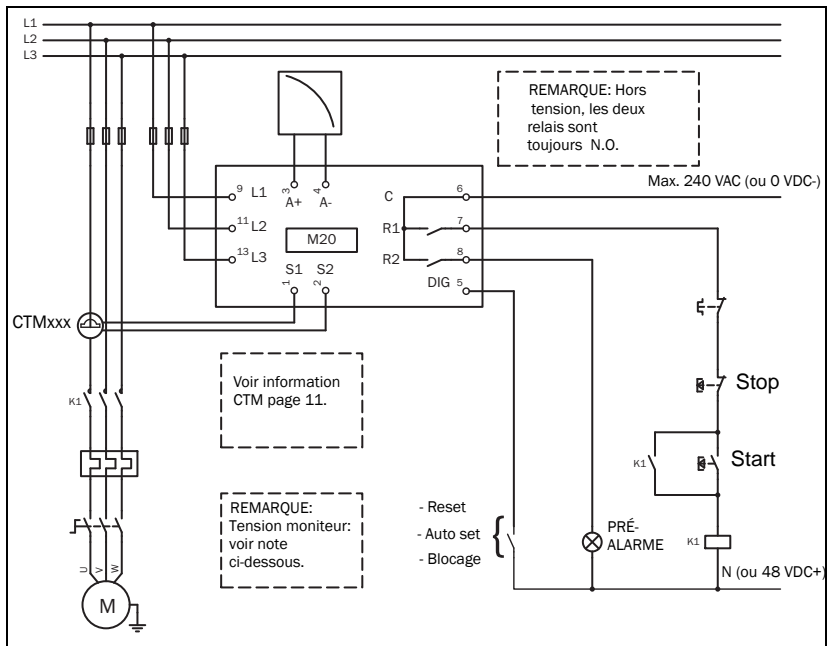
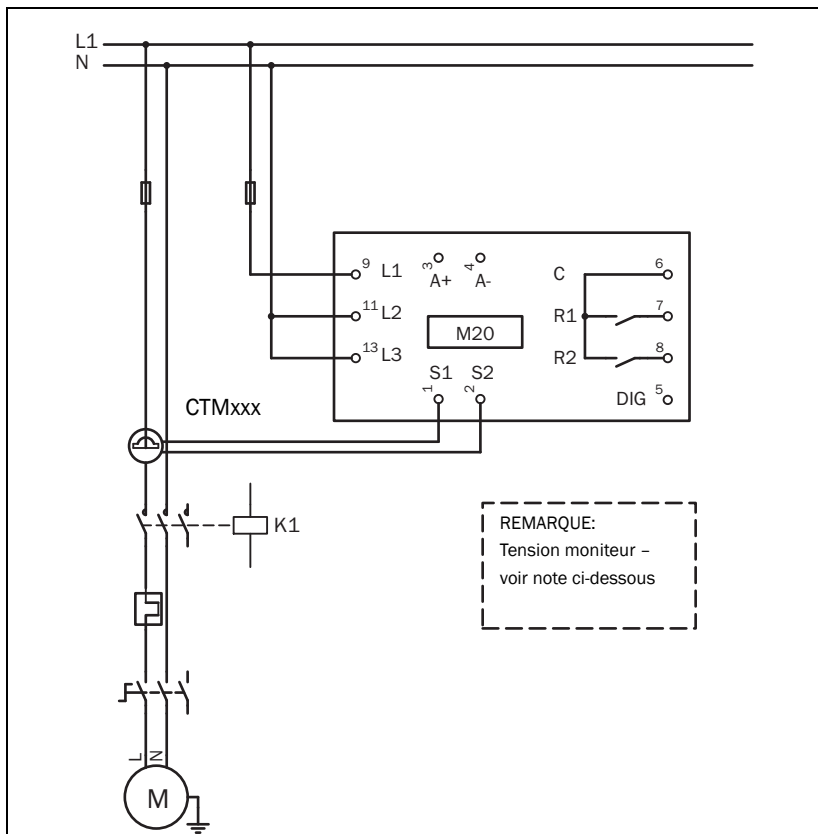

Fig. 1 Exemple de connexion
Fig. 2 Exemple de connexion monophasée.
1. Brancher l'Emotron M20 comme indiqué au chapitre 5 et à la Fig. 1.
Cet exemple de câblage montre comment le M20 peut être utilisé pour contrôler le circuit de démarrage et d'arrêt d'un moteur triphasé (Fig. 1). Pour un branchement monophasé et le paramétrage nécessaire, voir Fig. 2. Par défaut, le M20 est paramétré pour un branchement sur moteur triphasé.
1. Le transformateur CTMxxx doit être placé sur la même phase que celle connectée à la borne 9, phase L1 (voir Fig. 1), sans quoi le moniteur ne fonctionne pas.
2. Branchement monophasé: voir figure 2.
**REMARQUE: Le transformateur (CTMxxx) doit être placé sur la même phase que celle connectée à la borne 9, phase L1 (voir Fig. 1),**
**REMARQUE: Si le MARCHÉ - ARRÉT est connecté suivant Fig. 1, il est recommandé de ponter les bornes 6 et 7 lors du paramétrage. Enlever le pont une fois le paramétrage terminé. Fig. 1: s'assurer que la plage de tensions du moniteur (par exemple 3 x 380 - 500 VAC) correspond à la tension du moteur ou de la ligne (par exemple 3 x 400 V).**
Cet exemple indique les branchements nécessaires en mode monophasé. Voir Fig. 1 pour le reste du câblage.
**REMARQUE: Fig. 2: s'assurer que la plage de tensions du moniteur (par exemple 1 x 100 - 240 VAC) correspond à la tension du moteur ou de la ligne/ neutre (par exemple 1 x 230 V).**
L'entrée numérique utilise les bornes 5 (DIG) et 6 (C - référence). Elle peut recevoir des signaux VAC et VDC. Pour un signal VDC: raccorder le + à la borne 5 (DIG) et le - à la borne 6. Noter la polarité de la tension DC. Voir également fig. 1 et borne 6: maximum 240 VAC (ou 0 VDC-) et borne 5: N (ou 48 VDC+). Voir aussi chapitre 9 (Caractéristiques avancées).